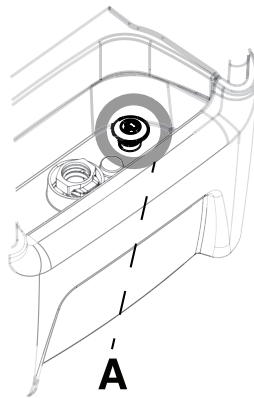

Figura 5-24: Tampão de drenagem
3. Para drenar o controlador, puxe o tampão de drenagem do controlador (A) para cima para abrir o dreno (Figura 5-24 na página 5-44). Deixe o dreno aberto.